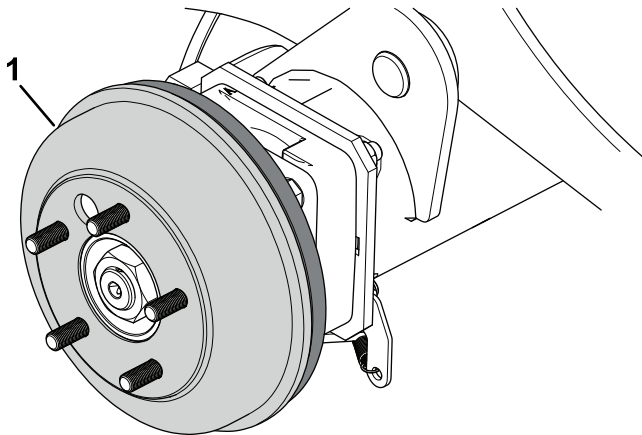

Bild 70
4. Entfernen Sie die Bremstrommeln (Bild 70) von Hand.